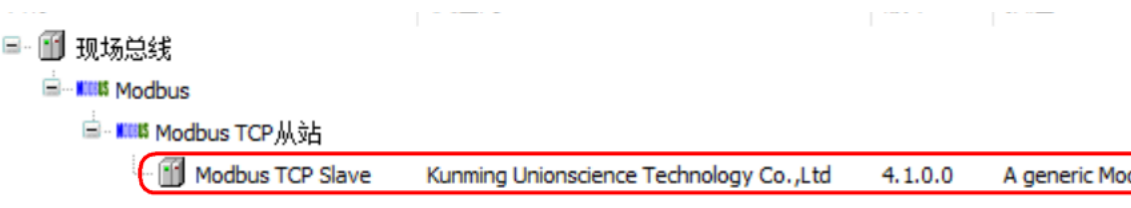

图 6 添加设备界面 3
- 4) 右键点击界面左侧新增的“EC400_MTCPM（Modbus TCP Master）”项 在弹出菜单中选择“添加设备”，弹出“添加设备”界面，添加“Modbus TCP Slave”，如图 6。